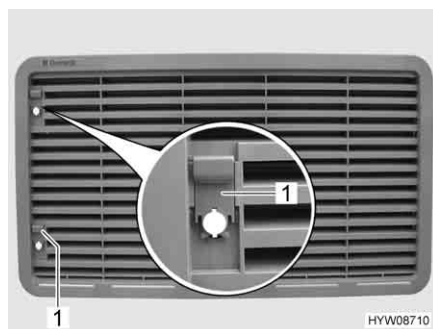

Fig. 188 Griglia di aerazione del frigorifero
- Spingere il cursore (Fig. 188,1) verso l'alto.